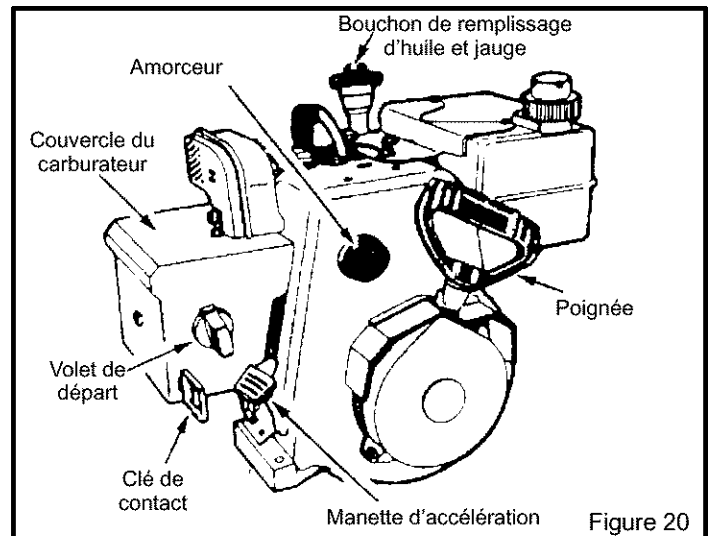
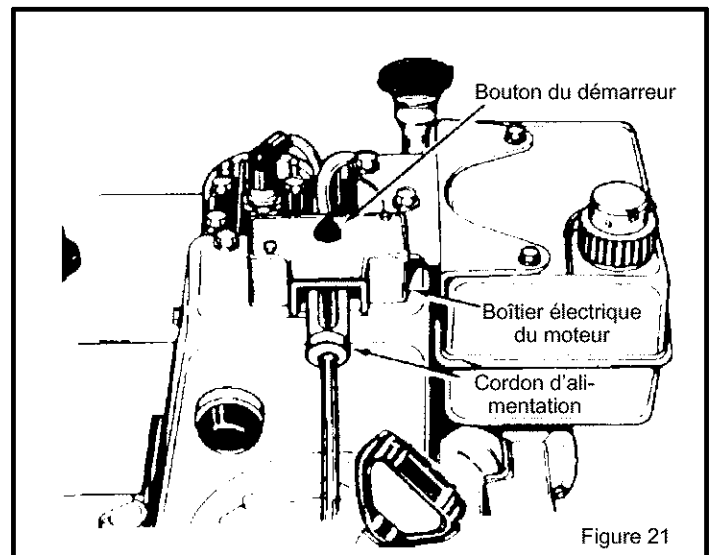

Figure 20
Figure 21
MISE EN MARCHÉ DU MOTEUR FROID (DÉMARREUR ÉLECTRIQUE) (VOIR FIGURE 20 ET FIGURE 21)
3. Engager la clé de contact dans sa fente. S'assurer qu'elle est bien enclenché (Figure 20). Ne pas tourner la clé.
4. Tourner le bouton du volet de départ à la position éteint pour ouvrir le volet (Figure 20).
5. Brancher le CORDON ÉLECTRIQUE au BOÎTIER du moteur (Figure 21).
- a. Appuyer sur le BOUTON DU DÉMARREUR (Figure 21) pour mettre le moteur en marche.